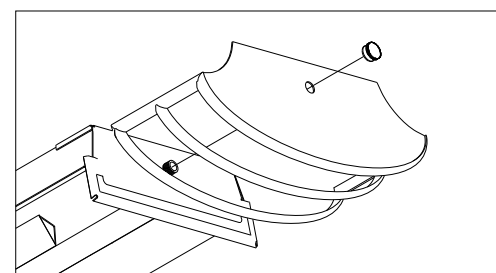

Figure 3
10. **Installer un embout décoratif** à une extrémité de l'appareil sur la tige filetée apparente, fixer à l'aide d'un faîteau décoratif. Voir la Fig. 3.
8. **Guide the pins on one end** of the Lamp into one Lampholder (8). Guide other end of Lamp into opposite Lampholder. Rotate Lamp ¼ turn in either direction until seated.
10. **Install Decorative End** onto one end of the fixture by placing over exposed threaded nipple-secure with Decorative Finial. **See Fig. 3.**
10. **Instale el Extremo Decorativo** en un extremo del luminario colocándolo sobre La enterrosca-asegure con un Finial Decorativo. **Vea Fig. 3.**